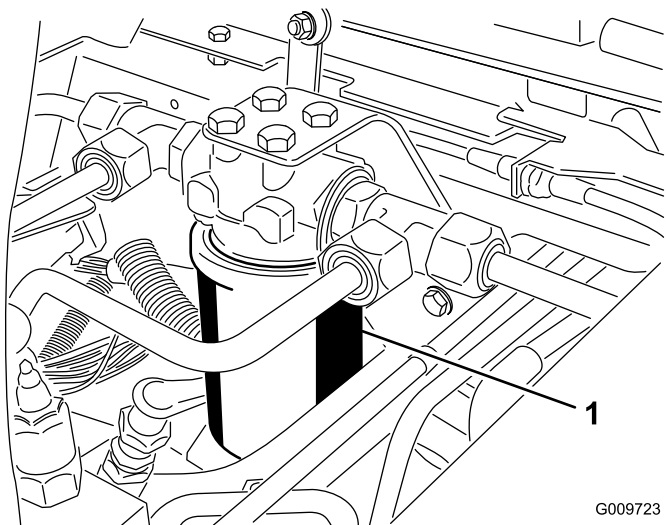
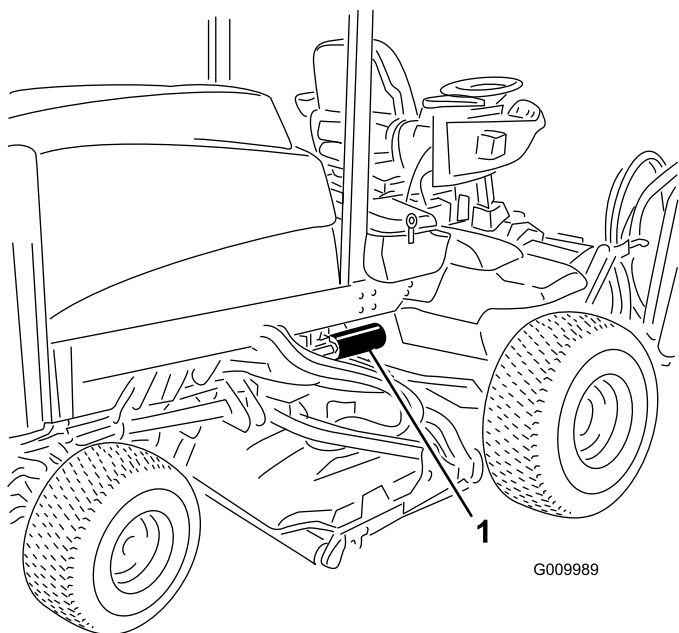

Figura 60
Figura 61
3. Coloque un recipiente debajo del filtro y retire el filtro (Figura 60 y Figura 61).